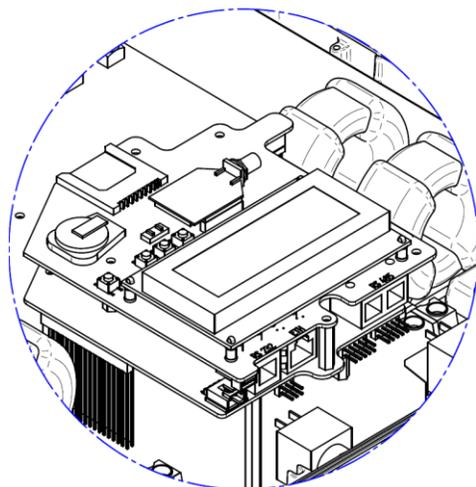

Figura 19: connettori Ethernet e RS485
- Connettere il connettore Ethernet alla spina RJ45 sull'inverter, come indicato in Figura 19.